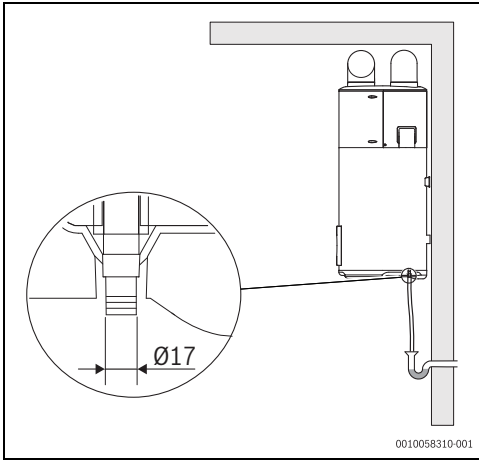

Fig. 21 Conexión de la salida de condensados
- ▶ Conectar una tubería de salida de gases flexible de Ø 17 mm (fig. 21).